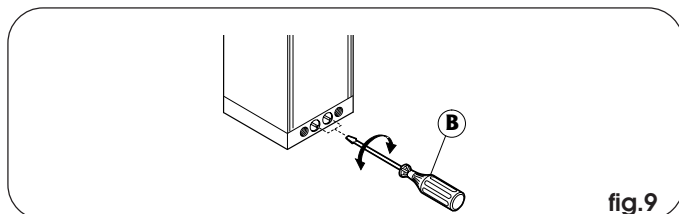

fig. 9
- 4) Enlever et conserver la vis de purge d'après la fig.9 réf.A.
Pour régler le système hydraulique de réglage de la force transmise, agir sur les deux vis by-pass (fig.9 réf. B). La vis rouge règle le couple au cours du mouvement de fermeture.